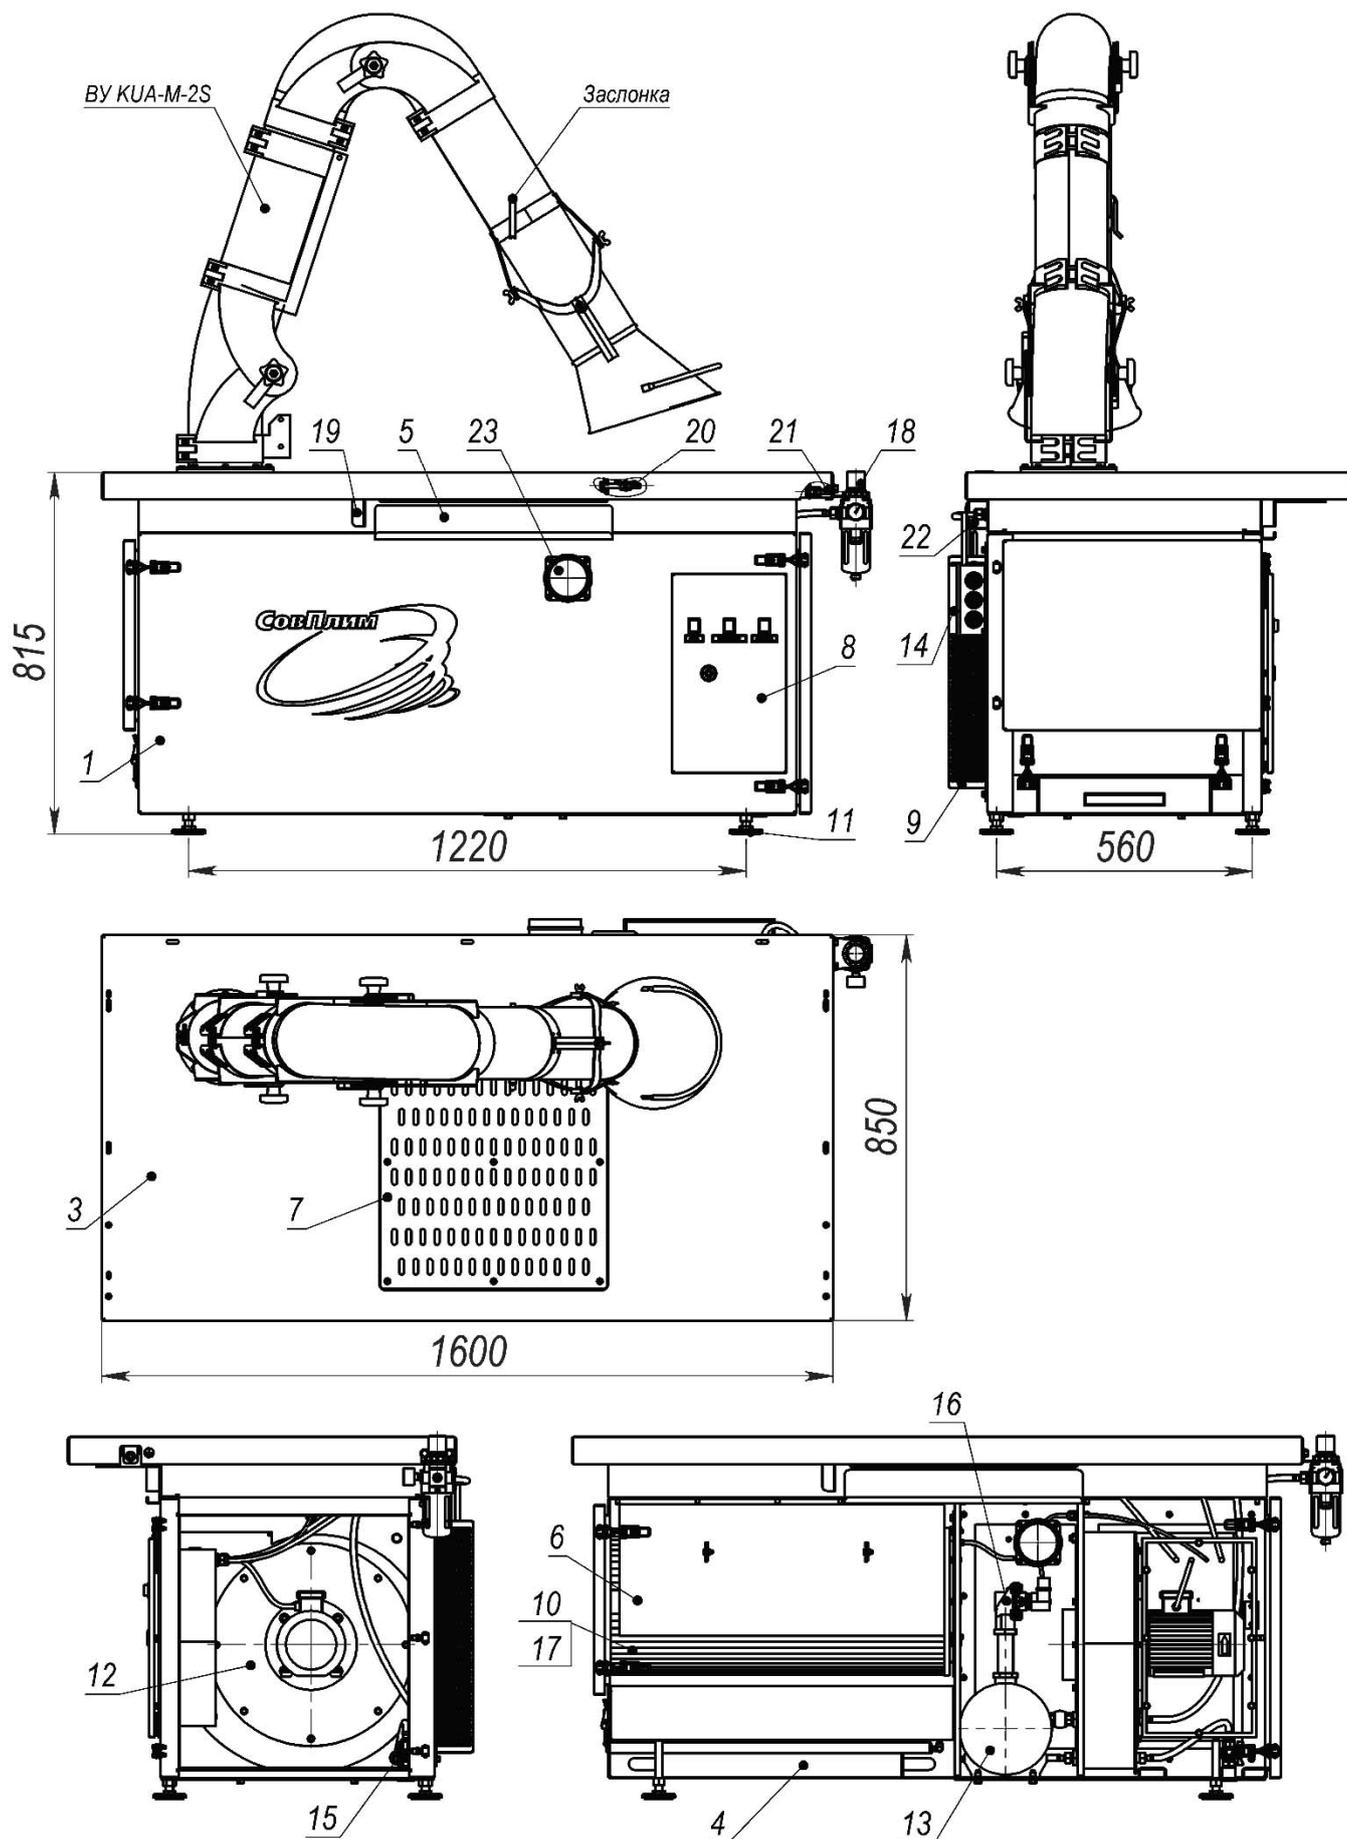

Рис. 1.3.2
2.1.1 При открытой регулирующей заслонке стола (поз. 19 см. Рис. 1.3.2) и закрытой заслонке вытяжного устройства типа КУА-М-2S загрязненный воздух всасывается через колосниковую решетку (поз. 7), проходит через фильтрующий картридж (поз. 17), встроенный вентилятор (поз. 12), и уже очищенный выбрасывается через шумоглушитель (поз. 9) на задней стенке корпуса стола обратно в помещение.